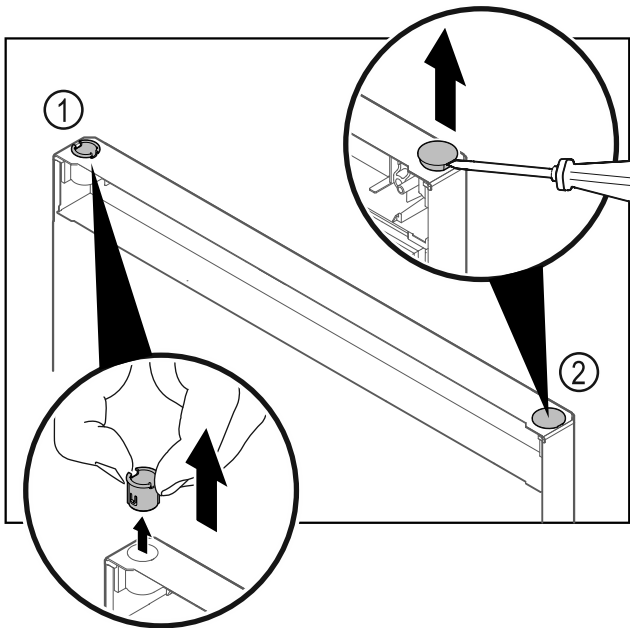

Fig. 11
- ▶ Húzza ki az ujjával a csuklópánt-perselyt Fig. 11 (1).
- ▶ A fedődugót Fig. 11 (2) egy csavarhúzóval óvatosan emelje meg és húzza ki.